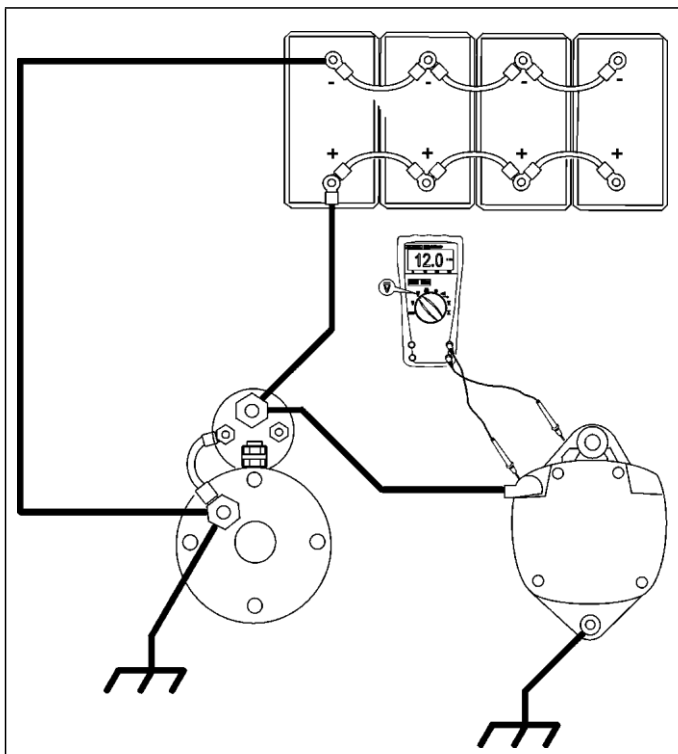

Figura 15-57
1. Conectar los cables positivo (+) y negativo (-) del voltímetro a las terminales positiva (+) y negativa (-) del alternador. Ver Figura 15-57.